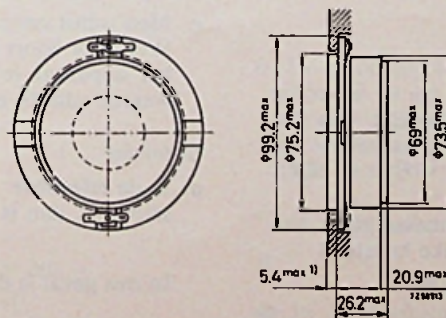

Fig. 3. Maatschets van de nieuwe hoge tonen luidspreker.
- inbouw maten van de luidspreker : fig. 3
monteert, waartoe in het frontpaneel een gat van 75 mm moet worden gemaakt, doet men er goed aan de luidspreker vóór op het paneel te monteren, dus aan de buitenzijde, omdat dit de rondstraling ten goede komt. Een wijze van inbouwen, zoals Philips dat zelf doet (fig. 3) is wat moeilijker.